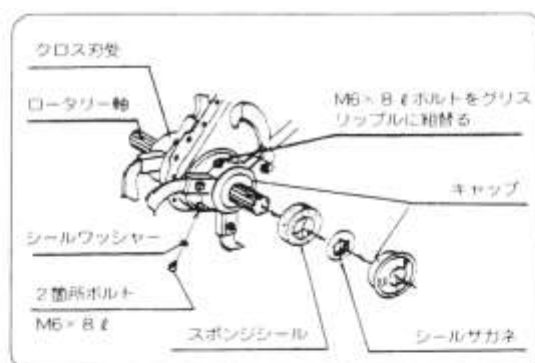

図40
- ② クロス刃受のフランジ部2ヶ所のボルト (M6×8 ㎥) を外し、1ヶ所にグリスニップル (付属部分) を取付けてください。(図40)
- ③ グリスポンプでグリス (シャーシグリスは、やわらかい物) を給油してください。
- ④ グリスニップルを取外し、ボルト (M6×8 ㎥) 左右各2本のボルトを締め付けてください。(図40)